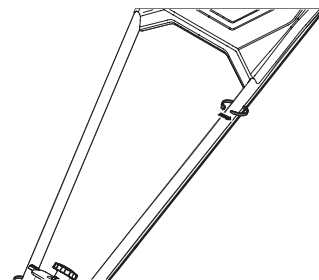

Figure 10
4. Retenez le fil sur le bras gauche, sous la plaque, avec une attache. Voir la Figure 10.